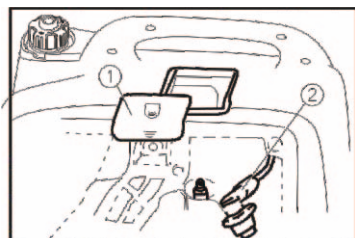

Рис.24
1. Снимите крышку для обслуживания свечи зажигания (1) (рис.24).
2. Снимите со свечи колпачок высоковольтного провода (рис. 24).